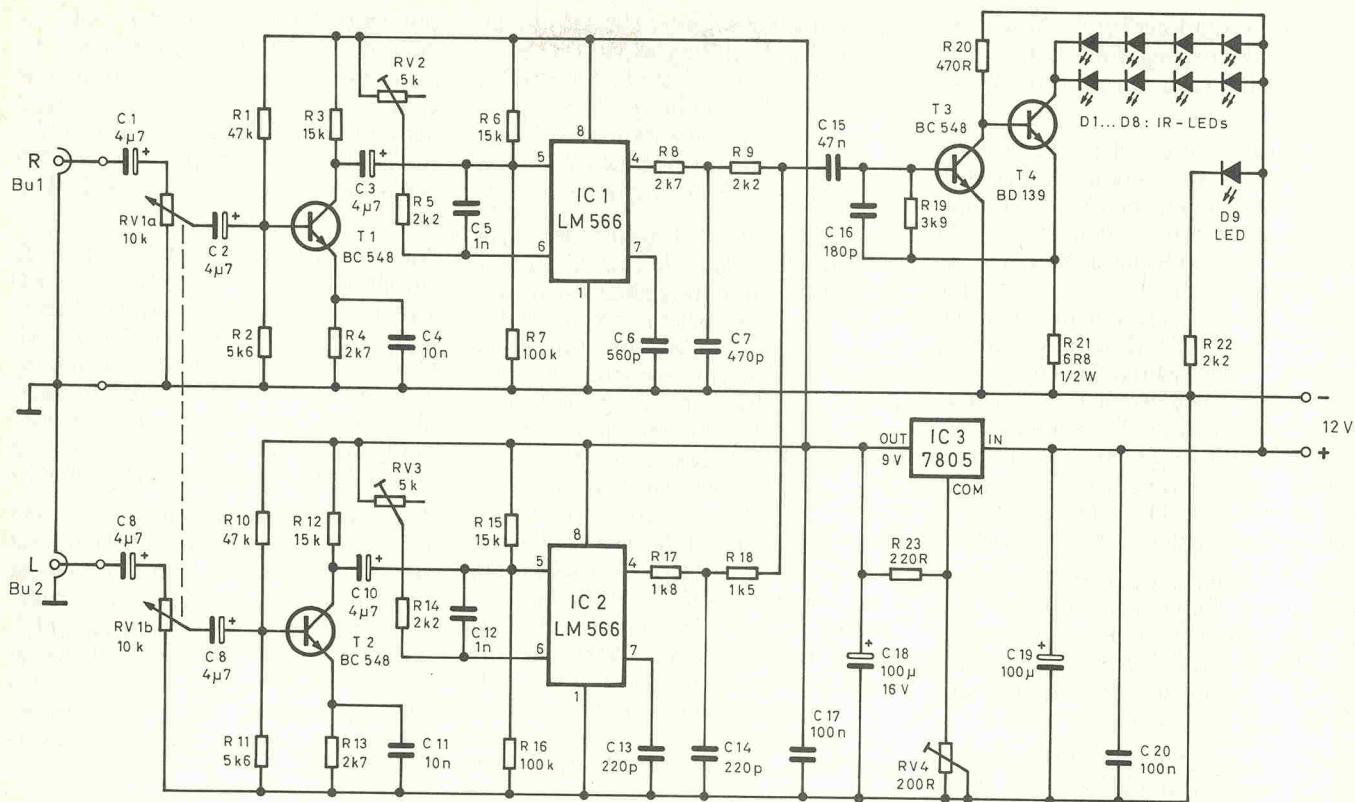

Bild 1. Der IR-Sender sollte allein schon wegen seiner relativ hohen Stromaufnahme von ca. 200 mA stationär betrieben werden.
Für die Übertragung des Nf-Signals wird das Verfahren der Frequenzmodulation (FM) angewendet. Der Sender (Bild 1) ist rund um die beiden spannungsgesteuerten Oszillatoren (VCOs) IC1 und IC2 (LM 566) aufgebaut. Die von den VCOs abgegebenen Signale werden gemischt und in eine Ausgangsstufe eingespeist, die die Infrarot-LEDs (D1...8) treibt. Die Mitten-